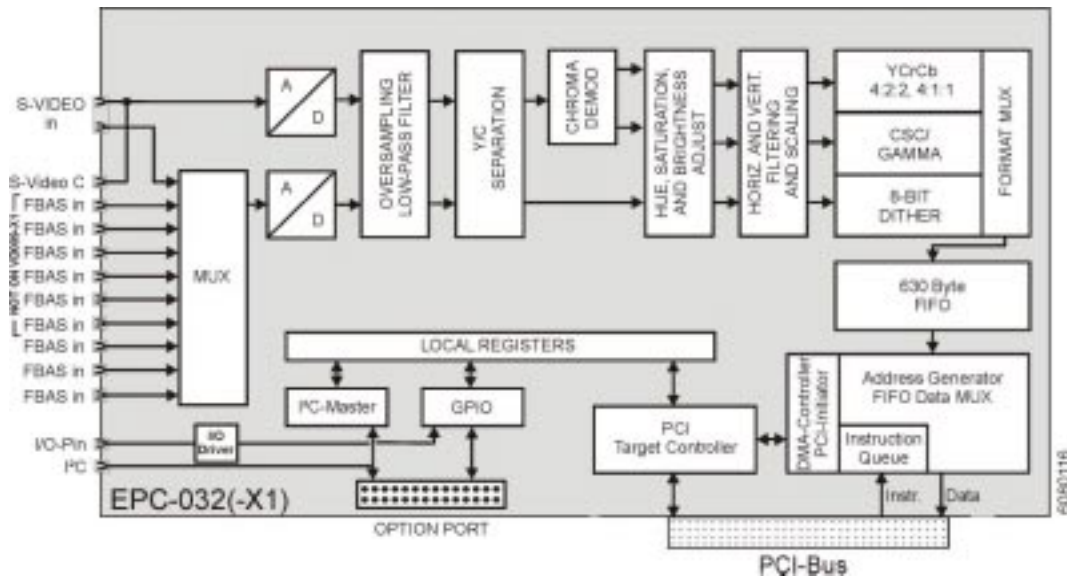

Bild 38: Blockschaltbild eGrabber4plus
Bild 38 zeigt das Blockschaltbild des eGrabber-4plus. Das Composite-Eingangssignal wird zunächst über einen 9:1-Video-multiplexer geführt, den der Anwender über den PCI-Bus steuern kann. Der nachfolgende A/D-Wandler digitalisiert dieses Signal. Als Bildquellen eignen sich alle Geräte, die ein Farb-Videosignal gemäß den CCIR-Definitionen „PAL (B,G,H,I)“ und „NTSC (M)“.